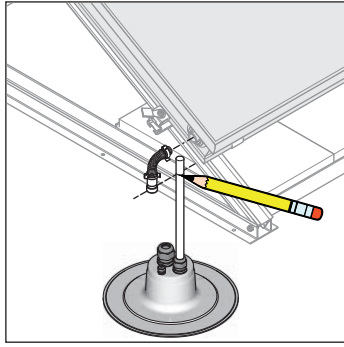

Figura 3-25 Marcar la longitud requerida
4. Marcar la longitud necesaria de la línea de impulsión (arriba en el colector/VA 15 Solar) o de retorno (abajo en el colector/VA 18 Solar) (figura 3-25).